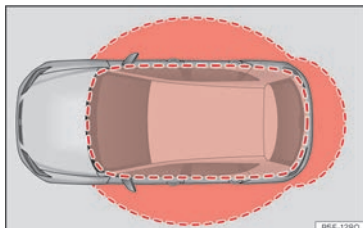

Abb. 73 Keyless-Access: Näherungsbereiche.
- Das Fahrzeug wird entriegelt, wenn der Fahrzeugschlüssel in der Nähe erkannt wird >>> **(Abb. 73)**. Alle Blinker des Fahrzeugs blinken zweimal.